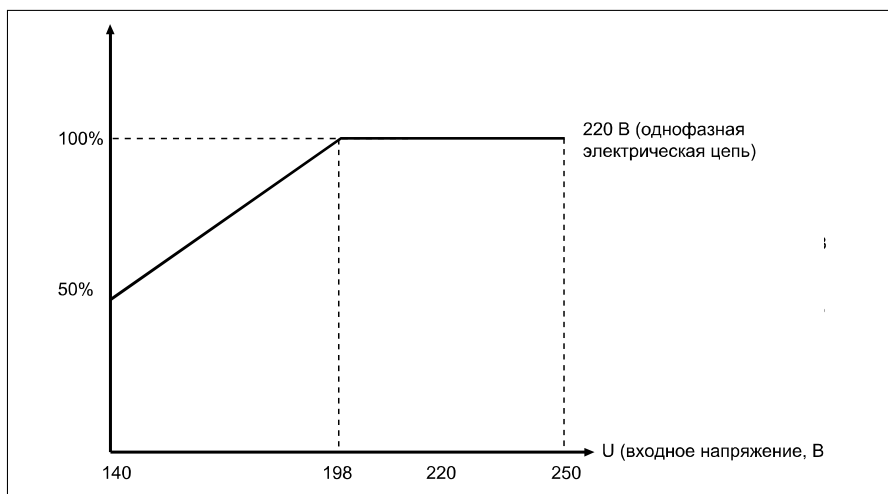

Рисунок 1
3. Если напряжение сети ниже 198 В (см. рисунок 1): используйте это напряжение со снижением мощности в соответствии с кривой выходной мощности.